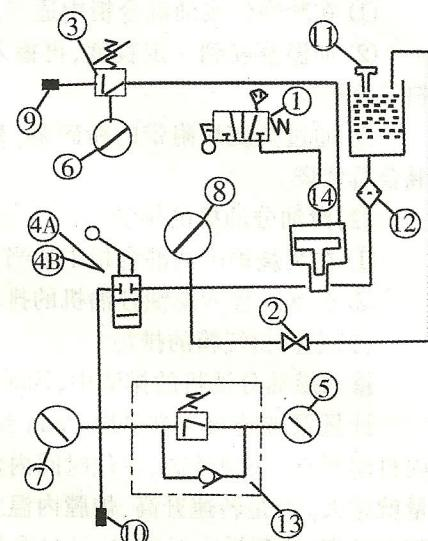
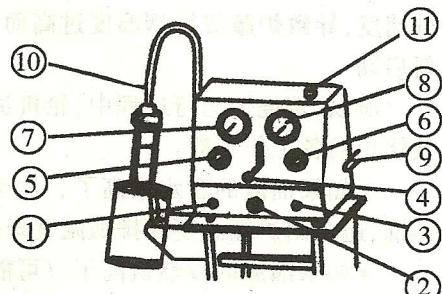

图 1 喷油试验后原理图
图 2 喷油器试验台外观
该型喷油器试验台，原理如图 1 所示，外观如图 2，依次是：气动液压泵全冲程阀①，压力泄放阀②，液压泵动力空气调节阀③，高压截止阀④，压力表⑤、⑥、⑦、⑧，动力空气进口接头⑨，液压油出口⑩，油箱加油口及滤器⑪，油箱出口滤器⑫，减压阀组⑬，气动液压泵⑭。其中，高压截止阀④，4A 位置关，4B 位置开；减压阀组⑬，调定值为  $2.5 \pm 0.5$  MPa，用以试验喷油嘴组件中滑阀的动作。